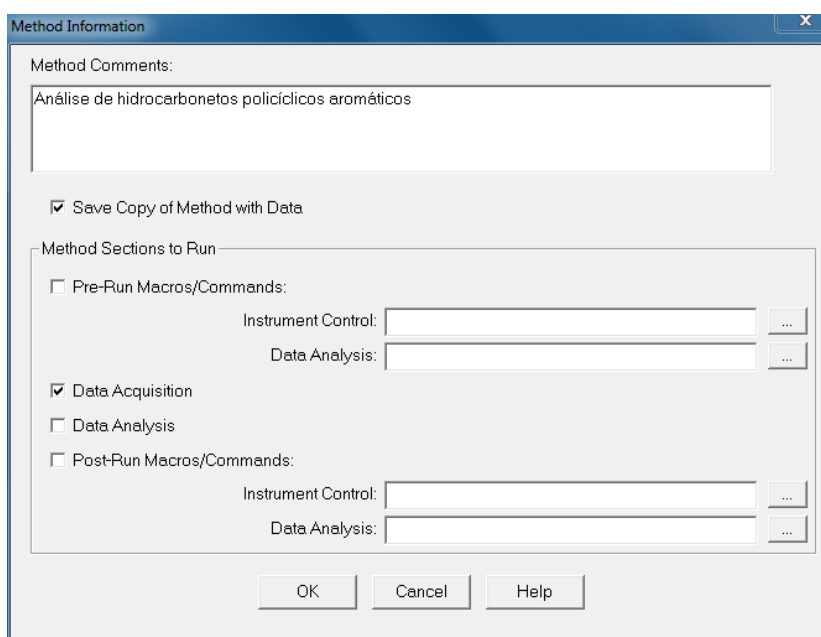

Figura 3. Janela "Method Information" com exemplo de preenchimento de informações.
4.1.4 Na tela aparecerá a janela "Method Information" (Figura 3). No campo "Method Comments" insira um comentário que descreva o grupo de compostos analisados no método a ser editado.